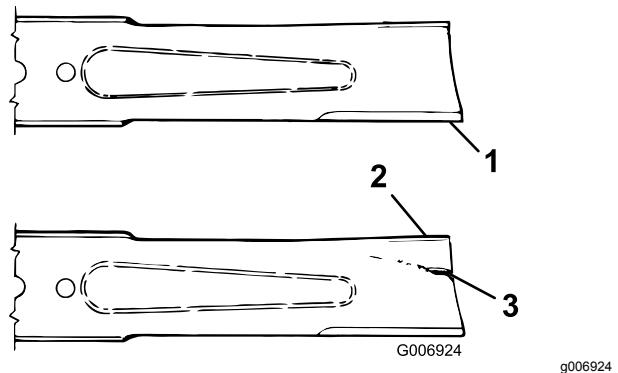

Figura 97
3. Examine cuidadosamente as extremidades da lâmina, prestando especial atenção à zona onde se encontram as partes curvas e planas da lâmina (Figura 97).
4. Se verificar que esta zona se encontra desgastada (Figura 97), substitua a lâmina; consulte Manutenção da plaina da lâmina \(página 66\).